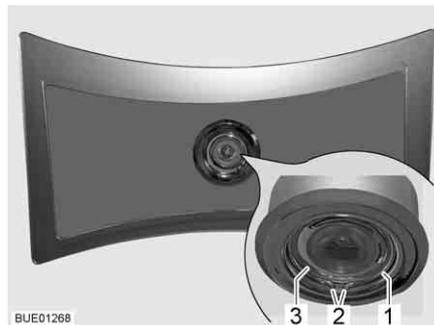

Bild 281 Deckenleuchte
- Federring (Bild 281,1) an den beiden Enden (Bild 281,2) zusammendrücken und abnehmen.
- Gehäuse (Bild 281,3) mit LED aus Leuchte herausnehmen.